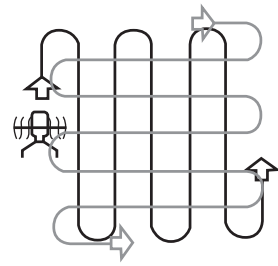

Fig. 19
- > Are la tierra en pasadas que se solapen ligeramente. El patrón más eficaz para arar tierras es mover el producto hacia arriba y hacia abajo en líneas verticales y, a continuación, moverlo en líneas horizontales de izquierda a derecha (Fig. 19). De esta forma, las pasadas serán regulares y se asegurará de arar toda la tierra sin dejarse ninguna zona.
- > Preste especial atención al cambiar de dirección. Aplique una ligera presión en la empuñadura por el lado de la dirección de desplazamiento deseada de manera que las púas se eleven para girar. Gire el producto guiado por el patín (21). Libere progresivamente la presión y vuelva a mover las púas a la tierra.